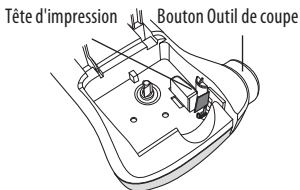

Figure 6
2. Appuyez sur le système de découpe et maintenez-le vers le bas pour faire apparaître la lame. Voir figure 6.
3. Essuyez avec précaution le côté rembourré de l'outil se trouvant dans la tête d'impression. Voir figure 6.